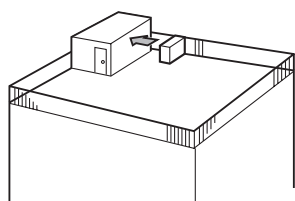

Fig. 2-4
(1) Direcção a saída de ar para a parede mais próxima a uma distância de cerca de 50 cm. (Fig. 2-4)